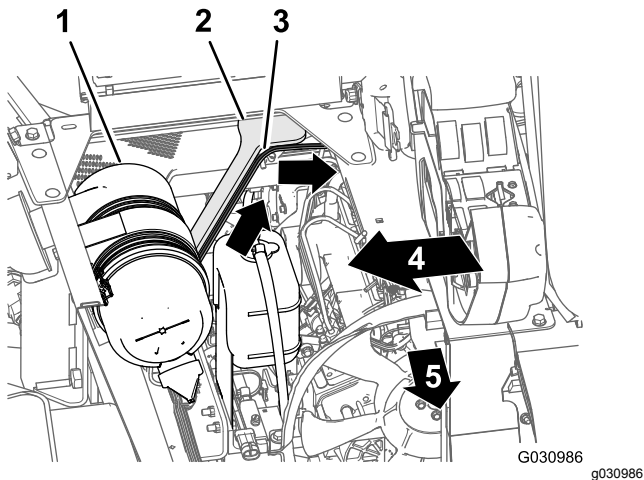

Figura 114
1. Passe a secção com 108 cm da cablagem por cima e para a parte traseira do compartimento do motor, ao lado do suporte direito para o resguardo do motor — à frente da conduta que liga o filtro do ar e o motor (Figura 114).